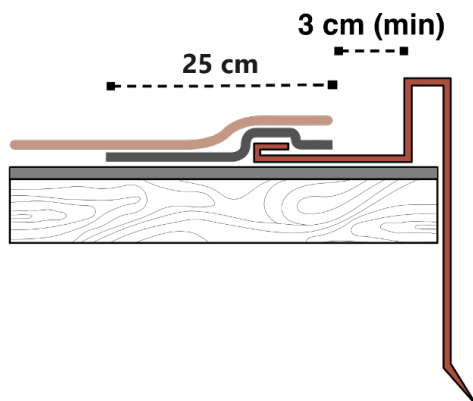

Fig. 19 - Dettaglio lamiera laterale
- Installare le lamiere laterali sopra alle membrane installate sulla copertura. Applicare una fascia di membrana bituminosa, larga circa 25 cm, a sormonto della lamiera. Procedere con la normale posa delle tegole a fiamma sopra alla stessa. Lasciare uno spazio di circa 3 cm tra il bordo delle tegole e il bordo delle lamiere - Fig. 19.